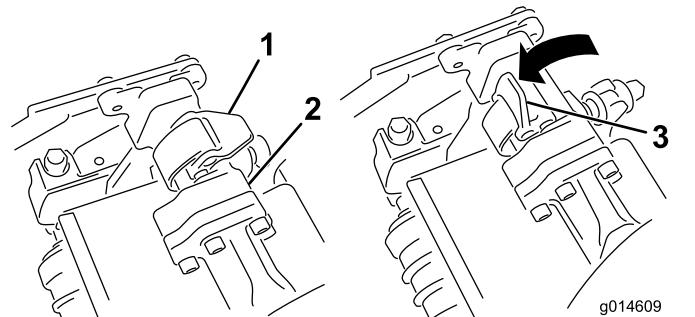
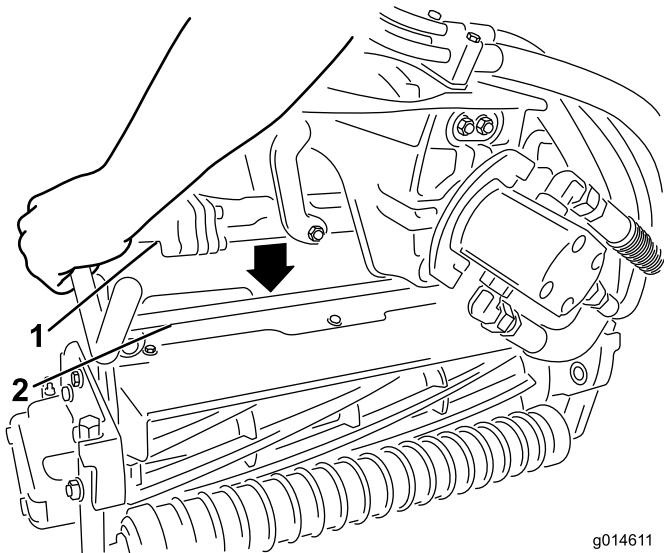

Bild 29
Bild 30
3. Die Riegel an der Aufhängearmstange müssen nach oben zeigen (d. h. offen) (Bild 29); drücken Sie den Aufhängearm dann so nach unten, dass die Stange über die Stange an der Oberseite der Schneideeinheit passt (Bild 30).
4. Drücken Sie die Riegel nach unten um die Schneideinheitstange herum und arretieren sie (Bild 29).
- Öffnen Sie die Riegel an der Aufhängearmstange der Schneideeinheit, die Sie entfernen möchten (Bild 29).